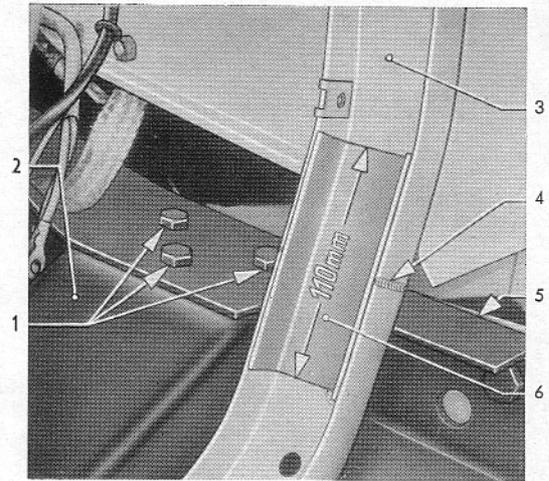

Bild 14 – U-förmiges Zwischenstück in Strebe eingesetzt
- U-förmige Zwischenstücke (14/6) anfertigen – 2-mm-Blech – und beiderseits in Strebe einsetzen (Bild 14).